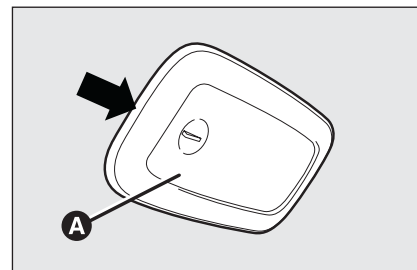

fig. 38
- agir sur le point indiqué par la flèche et enlever le plafonnier **A-fig. 38**;